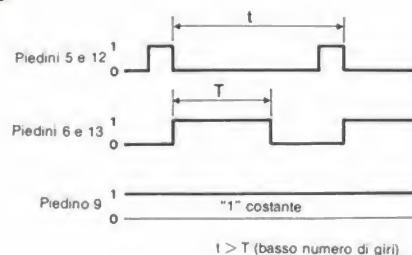
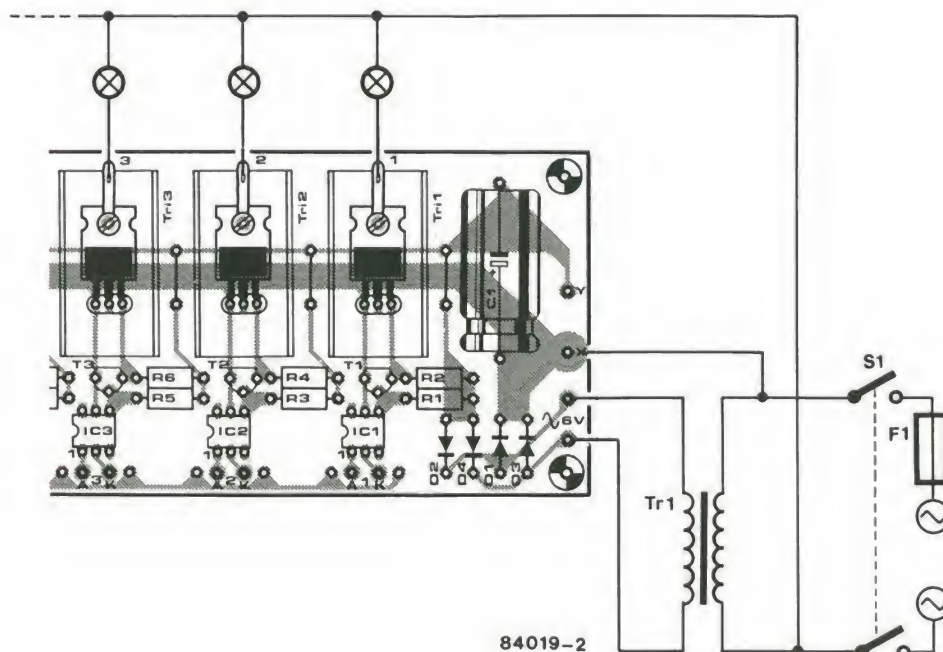

Figura 3a. Questo diagramma di temporizzazione indica la relazione tra i segnali sui diversi piedini di IC2 quando il motore gira rapidamente.
Figura 2. In generale, il cablaggio di rete di una singola scheda di controllo a triac dovrebbe essere analogo a quello qui mostrato.
puntine del ruttore e viene applicato, tramite un modellatore di impulsi, ad un trigger di Schmitt. Questo emetterà un segnale proporzionale alla velocità del motore, in quanto ogni impulso di uscita corrisponde ad un'apertura delle puntine platinata. Questo segnale è inviato ad un circuito che confronta il tempo che intercorre tra due impulsi con un intervallo di riferimento e, in base a questo confronto, apre o chiude la valvola di esclusione del carburante, tramite lo stadio pilota. Mettendo in relazione quanto detto con lo schema elettrico di Figura 2, possiamo vedere che i terminali A e B sono collegati in parallelo ai contatti delle puntine platinata. Ogni volta che questi si aprono, l'informazione relativa viene trasmessa a T1, tramite i circuiti di filtro: perciò questo transistor conduce per un breve periodo di tempo. In questo modo viene prodotto un segnale che è applicato ad uno degli ingressi del trigger di Schmitt N1. L'uscita di N1 genera un impulso ad ogni apertura dei contatti delle puntine e questo segnale di uscita viene applicato agli ingressi di trigger di MMV1 (TR) ed MMV2 (TR). Ciò che succederà in seguito dipenderà dal tempo "t" che intercorre tra due aperture successive dei contatti. Se la velocità del motore è elevata, il tempo tra due impulsi (t) sarà minore del tempo di riferimento (T) predisposto mediante C5 e P1. Ciò è mostrato nel diagramma di temporizzazione della Figura 3a. Il fronte discendente del primo impulso fa partire MMV1 e perciò la sua uscita Q1 andrà a livello "alto". Questo a sua volta porta a livello alto l'ingresso di reset (R2) di MMV2 per un tempo uguale a T. Questo ingresso sarà di conseguenza ancora alto quando il fronte di commutazione positivo del successivo impulso farà partire MMV2. Il livello "basso" di Q2 chiuderà poi la valvola, tramite lo stadio pilota basato su T2 e T3. Simultaneamente, l'uscita Q2 di MMV2
Figura 2. Il circuito qui mostrato impiega componenti comuni. Esso preleva l'alimentazione da una linea a 12 V dell'impianto elettrico dell'auto provvista di fusibili e rileva la velocità del motore a partire dalla frequenza del segnale proveniente dalle puntine platinata.
La scheda di controllo a triac può essere usata per molte applicazioni ed, in generale, il cablaggio dovrebbe essere analogo a quello dato in Figura 2. Se la scheda di controllo a triac dovesse essere usata con quella del Generatore programmabile di figure luminose pubblicato su Elektor, il cablaggio dovrà essere quello illustrato in Figura 3 per un'unica scheda di controllo a triac, oppure quello di Figura 4 per due schede. Tre o più schede possono essere collegate in maniera analoga.